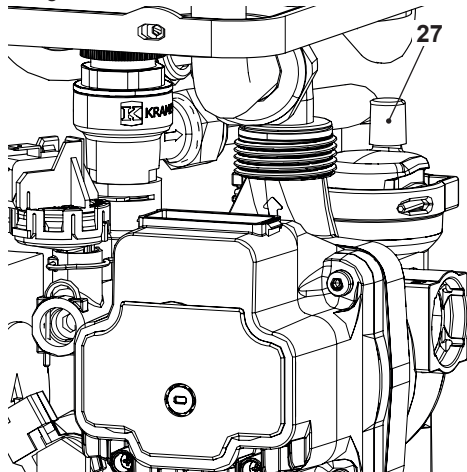

Figura 9.5
- Per facilitare lo svuotamento, svitare il tappo 27 della valvola di sfiato automatica in Figura 9.5.